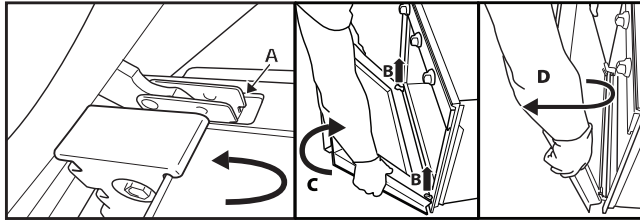

Fig. 2
3. Sluit de deur tot de blokkering (A), til hem op (B) en draai hem (C) tot de deur loshaakt (D) (Fig. 2).